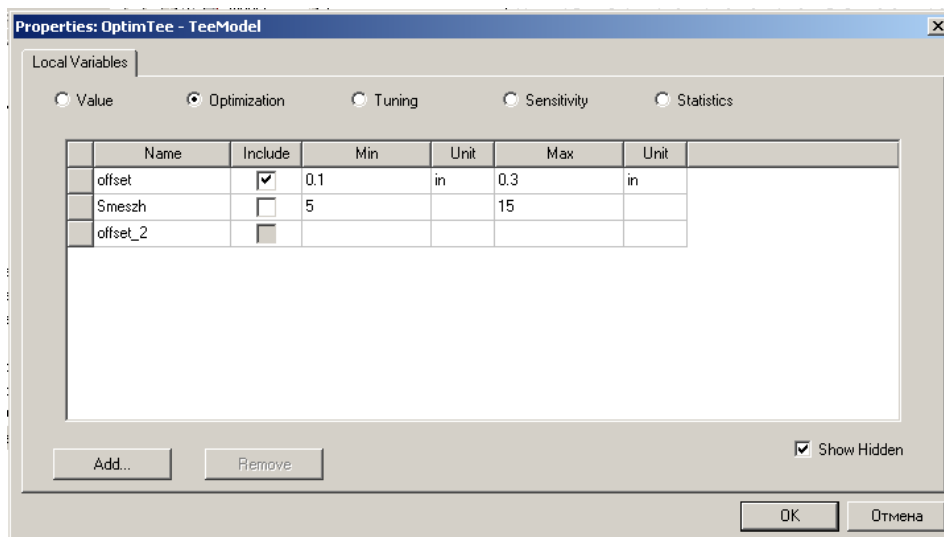

Рис.7.14. Установка переменных для оптимизации, подстройки, расчета поля разброса и статистического анализа
3. Для переменной *offset*, отметьте галочкой **Include** (рис. 7.14) и нажмите **OK**.
1. Щелкните правой кнопкой мыши **Optimetrics** в дереве проекта, и затем нажмите **Add>Optimization** (или значок ) в выплывающем меню. Появляется диалоговое окно **Setup Optimieization** (рис. 7.14).